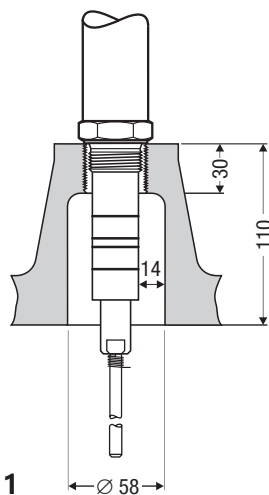

图 11
- 若将液位电极 NRG 111-50 安装在 DN 50 法兰管接头内，则只能使用 GESTRA 帽型法兰！**图 11**
- 不得低于电极与接地体（法兰、储罐壁）之间 14 mm 的爬电距离！**图 11, 图 15-21**